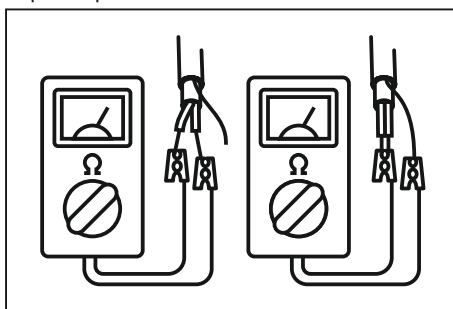

Рис. 1 – Измерение сопротивления нагревательных жил и изоляции
2. Измерить сопротивление нагревательных жил и изоляции (рис.1). Сопротивление нагревательных жил должно соответствовать данным в таблице 2. Сопротивление изоляции не должно превышать 1 МОм при напряжении 2500 В.
6. После раскладки мата измерить сопротивление нагревательных жил и изоляции (рис.1).
10. Измерить сопротивление нагревательных жил и изоляции после установки напольного покрытия (рис.1).